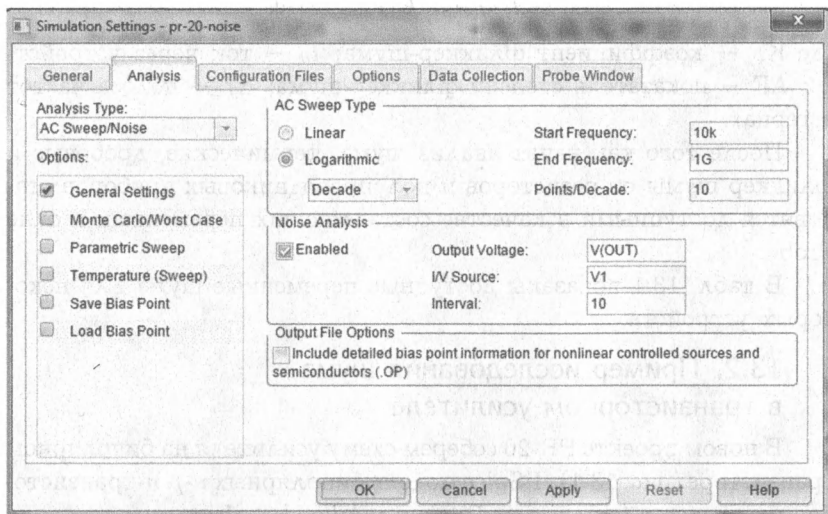

Рис. 13.2. Установка развертки по частоте
1. Сначала надо настроить и запустить развертку по частоте AC sweep. Установим начальное значение частоты 10 кГц, конечное 1 ГГц, логарифмическую развертку по декадам с числом точек на декаду 10 (рис. 13.2).
3. Далее надо настроить параметры моделирования шума и включить анализ шума в профиле моделирования, установив Enable (см. рис. 13.2), выходное напряжение V(OUT).